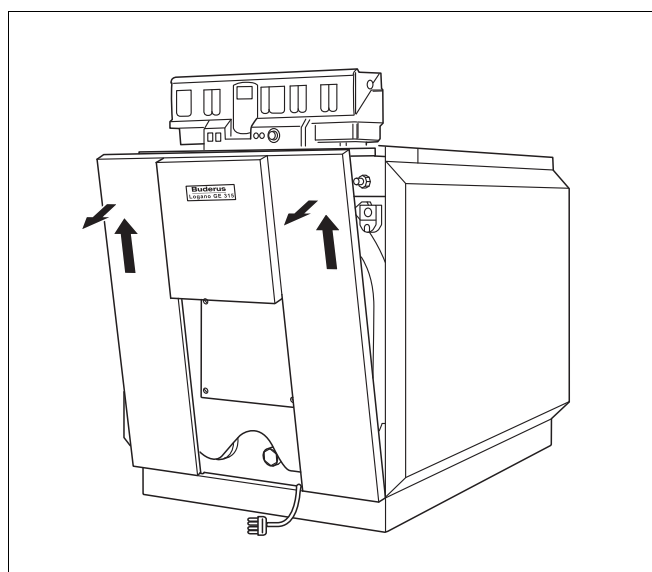

Рис. 50 Снятие передней стенки
- ▶ Слегка приподнимите и снимите переднюю стенку (рис. 50).